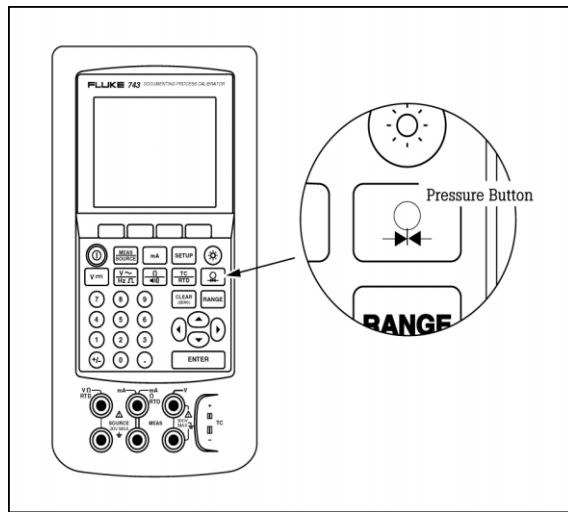

图 22
6、因为你想输出压力（利用手动泵），按压力键（位于 Range 键正上方，图 22）。